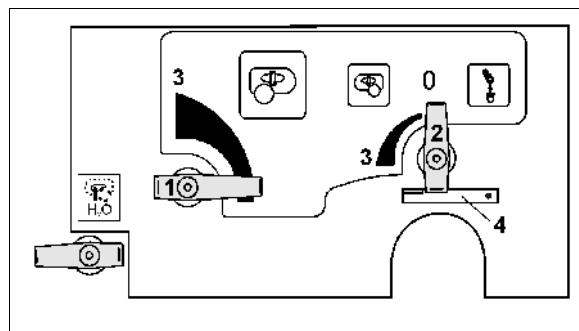

Рис. 42
- для главной мешалки при помощи регулировочного крана (Рис. 42/1).
- для дополнительной мешалки при помощи регулировочного крана (Рис. 42/2).
Соответствующая мешалка отключается в положении регулировочного крана 0. Наивысшая интенсивность смешивания достигается в положении (Рис. 42/3).
Защита для функции спуска напорного фильтра (Рис. 42/4).